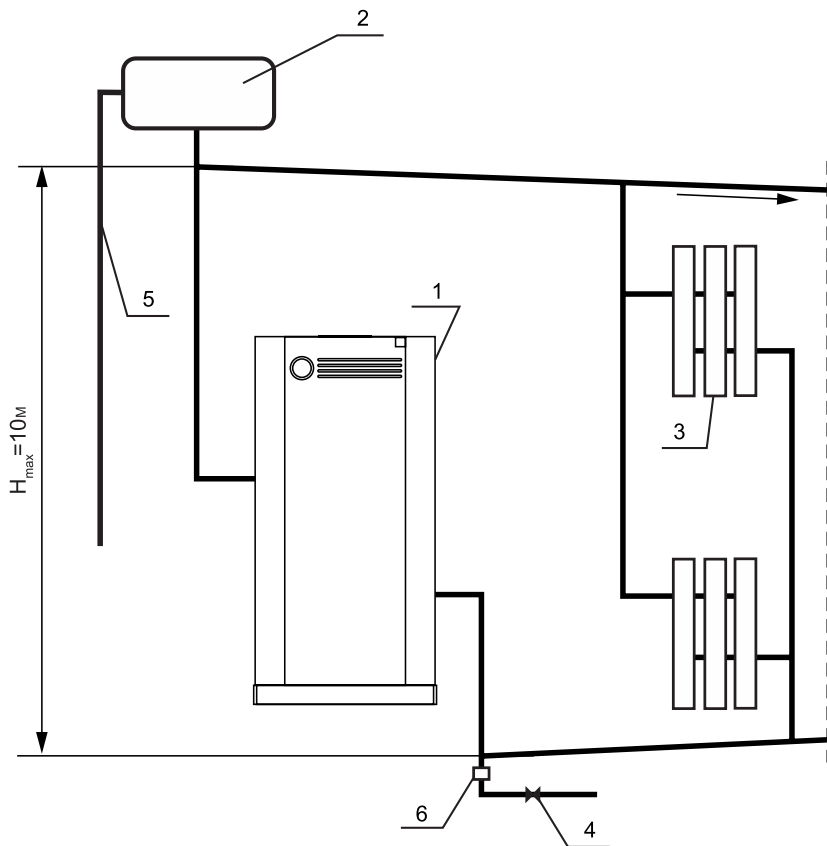

Рис. 2.
- 6.7. Расширительный бачок устанавливается в верхней точке газопровода, желательнее в отапливаемом помещении. Запрессовывается установленный вентиляционный клапан (см. рис. 2, 3).